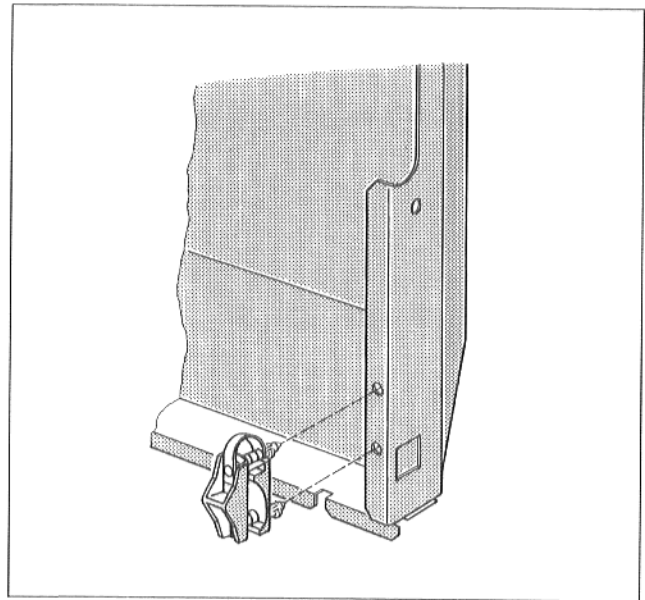

Abb. 10
- Zugentlastung vorne rechts oder links, je nach Brennertüranschlag, mit den beiden Stiften in die Bohrungen der Seitenwandabkantung einsetzen (Abb. 10).